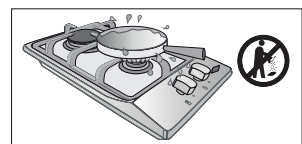

Figura 27
- Las válvulas deben permanecer en su interior limpias de grasa y derrames originados por la cocción de los alimentos. El depósito de residuos puede afectar el buen funcionamiento de las mismas (Ver figura 27).